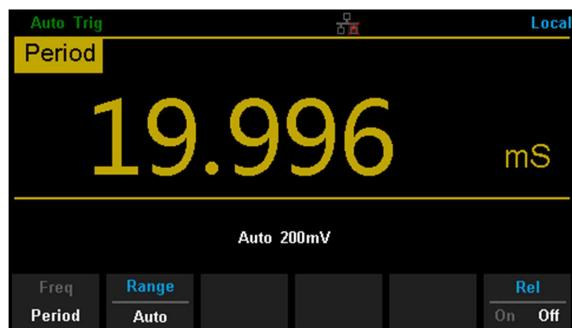

図 2-21 周期測定インターフェース
- フロントパネルの [Shift] および [+] を押して [Period] を選択すると、周期測定インターフェースに入ります。画面右下に周期の単位が表示されます（図 2-21 参照）。